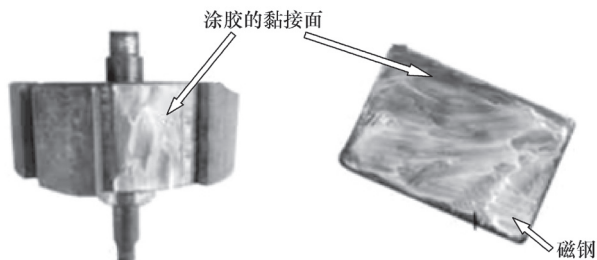

图 7-51 在磁钢和定子结合面上涂树脂胶
④ 将调制好的树脂胶涂在磁钢和定子的黏接面上（见图 7-51），涂面要薄，避免影响电动机转子与定子间的气隙。静止 2min，使其溶剂自然挥发，到不黏手时再涂第二层（第二层要轻轻涂，但不能用力刮抹，以免破坏第一层胶）